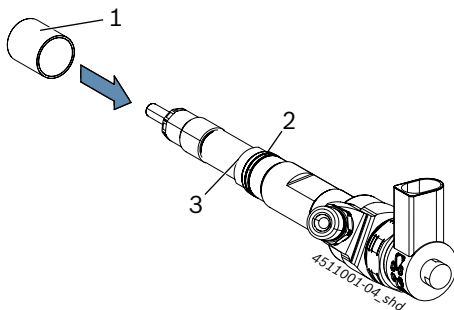

Fig. 4: Nasunutie puzdra s adaptérom na CRI
3. Ak je potrebné puzdro s adaptérom, tak zasunite príslušné puzdro s adaptérom (Fig. 4, poz. 1) až na doraz (Fig. 4, poz. 3) na CRI.
4. V ďalších krokoch dbajte na to, aby puzdro s adaptérom zostalo na doraze (Fig. 4, poz. 3) CRI a neskĺzlo nadol.